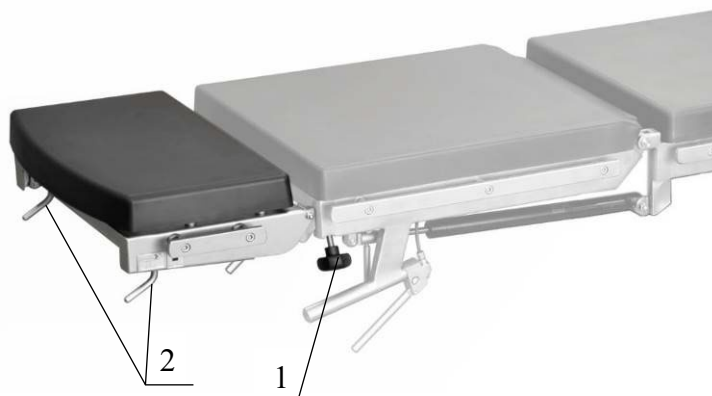

Рисунок 5. Головная секция на газовых пружинах.
- Отверните на один оборот зажим 1(Рисунок 5);
- Поднимите вверх рукоятку 2, расположенную под головной секцией (Рисунок 5). При этом произойдет разблокирование газовых пружин, и головная секция поднимется вверх.